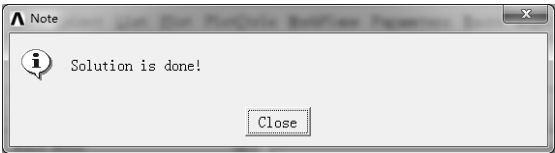

图 7-27 “Note” 对话框
- 2) 单击 “Solve Current Load Step” 对话框中的 “OK” 按钮，程序开始求解，求解完成后弹出 “Note” 对话框，如图 7-27 所示。单击 “Close” 按钮关闭。